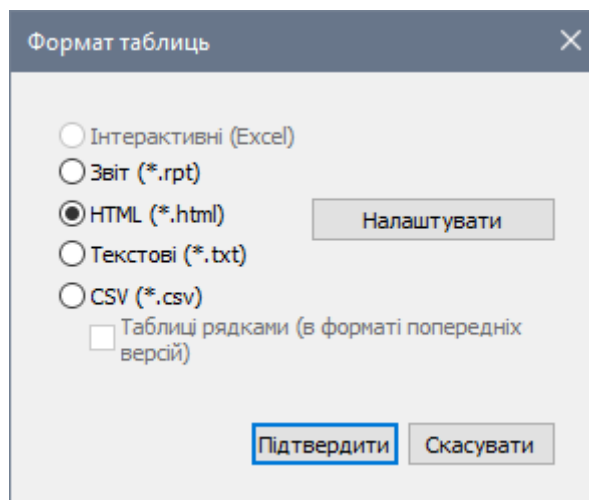

Рис. 5.29. Діалогове вікно Формат таблиць
- В новому діалоговому вікні **Формат таблиць** (рис. 5.29) увімкніть радіо-кнопку **HTML** і натисніть на кнопку **Підтвердити**.